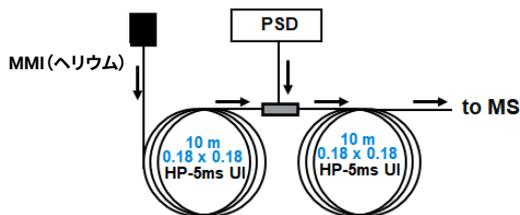

図 2. 2 つのミッドカラムバックフラッシュ構成 (下) を使用した Agilent 8890/7010C GC/TQ システム (上)1
**システム設定:** ミッドカラムによるバックフラッシュの構成 (図 2 および図 3) を採用して分析後カラムバックフラッシュを実行しました。注入口メンテナンス、GC カラムトリミング、MS イオン源クリーニング、または MS 再チューニングの頻度が低減されました。ヘリウムと水素キャリアガスの両方、および従来の 20 分と高スループットの 10 分の分析時間でのカラム構成を示しています。